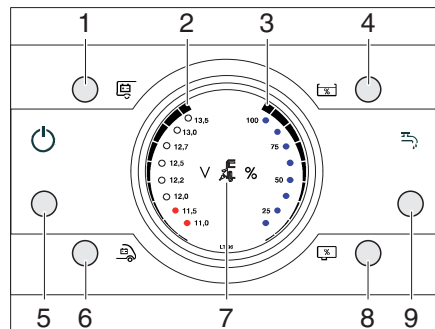

Fig. 189 Panneau de contrôle LT 96
Le voyant de contrôle 230 V (Fig. 189,7) s'allume si l'arrivée du bloc électrique est sous tension de réseau.
L'interrupteur principal 12 V (Fig. 189,1) établit ou coupe le panneau de contrôle et l'alimentation 12 V de la cellule.
Mise en service : ■ Appuyer brièvement sur la touche de l'interrupteur principal 12 V (Fig. 189,1). L'alimentation 12 V de la cellule est assurée. La DEL de contrôle s'allume.
Mise hors service : ■ Appuyer brièvement sur la touche de l'interrupteur principal 12 V (Fig. 189,1). L'alimentation 12 V de la cellule est coupée. La DEL de contrôle s'éteint.
Avec les touches de la batterie de cellule (Fig. 189,1) et de la batterie de démarrage (Fig. 189,6), on affiche l'état de charge des batteries.
- Appuyer sur la touche de la batterie de cellule (Fig. 189,1).
La charge de la batterie est affichée (Fig. 189,2).
- Appuyer sur la touche de la batterie de démarrage (Fig. 189,6).
Avec les touches de niveau de remplissage du réservoir d'eau (Fig. 189,4) et de niveau de remplissage du réservoir d'eaux usées (Fig. 189,8), on peut afficher la quantité d'eau et la quantité d'eaux usées.
- Appuyer sur la touche de niveau de remplissage du réservoir d'eau (Fig. 189,4). Le niveau de remplissage du réservoir d'eau est affiché (Fig. 189,3).
- Appuyer sur la touche de niveau de remplissage du réservoir d'eaux usées (Fig. 189,8). Le niveau de remplissage du réservoir d'eaux usées est affiché (Fig. 189,3).
Avec la touche de pompe à eau MARCHE / ARRET (Fig. 189,9), on peut activer et désactiver la pompe à eau. La mise en service proprement dite de la pompe à eau se fait à l'ouverture d'un robinet d'eau lorsque la pompe à eau est activée. Si la pompe à eau est désactivée, la pompe à eau reste désactivée même lorsqu'on ouvre un robinet d'eau.
- Appuyer brièvement sur la touche de pompe à eau MARCHE / ARRET (Fig. 189,9). La pompe à eau est activée. La DEL s'allume.
- Appuyer brièvement sur la touche de pompe à eau MARCHE / ARRET (Fig. 189,9). La pompe à eau est désactivée. La DEL s'éteint.
La DEL "11,0 V" clignote dans l'affichage (Fig. 189,2) dès que la tension de la batterie descend en dessous de 11 V (mesurée en marche) et qu'il y a risque de décharge profonde de la batterie.